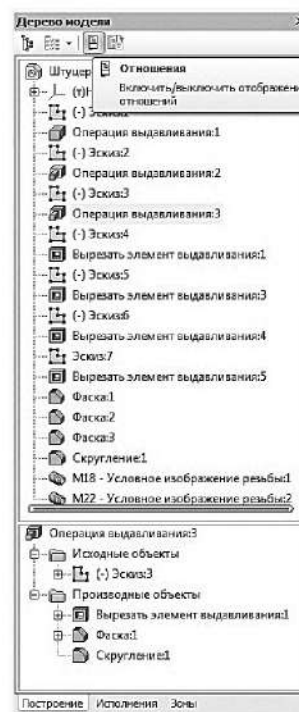

Рисунок 1.19 Иерархия отношений выделенной операции
- кнопка **Отношения** (рисунок 1.19) включает в нижней части окна Древа модели специальную область, в которой показывается иерархия отношений – порядок подчинения элементов выделенного объекта другим элементам;